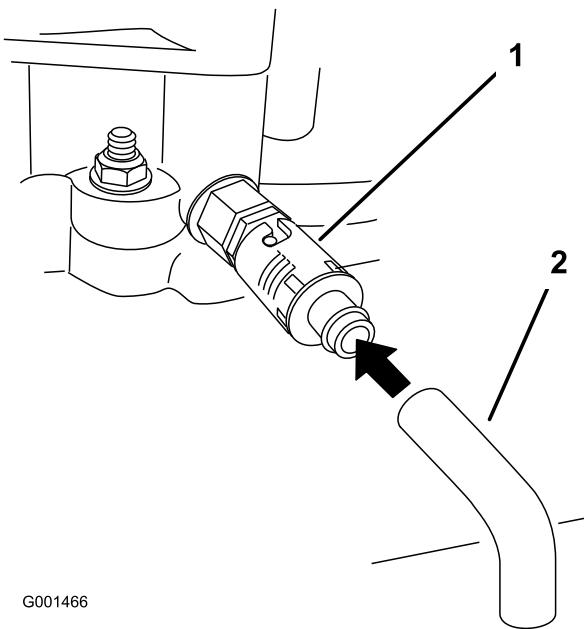

Figura 27
5. Coloque un recipiente debajo del tubo de vaciado. Gire la válvula de vaciado para que se drene el aceite (Figura 27).
7. Retire el tubo de vaciado (Figura 27).